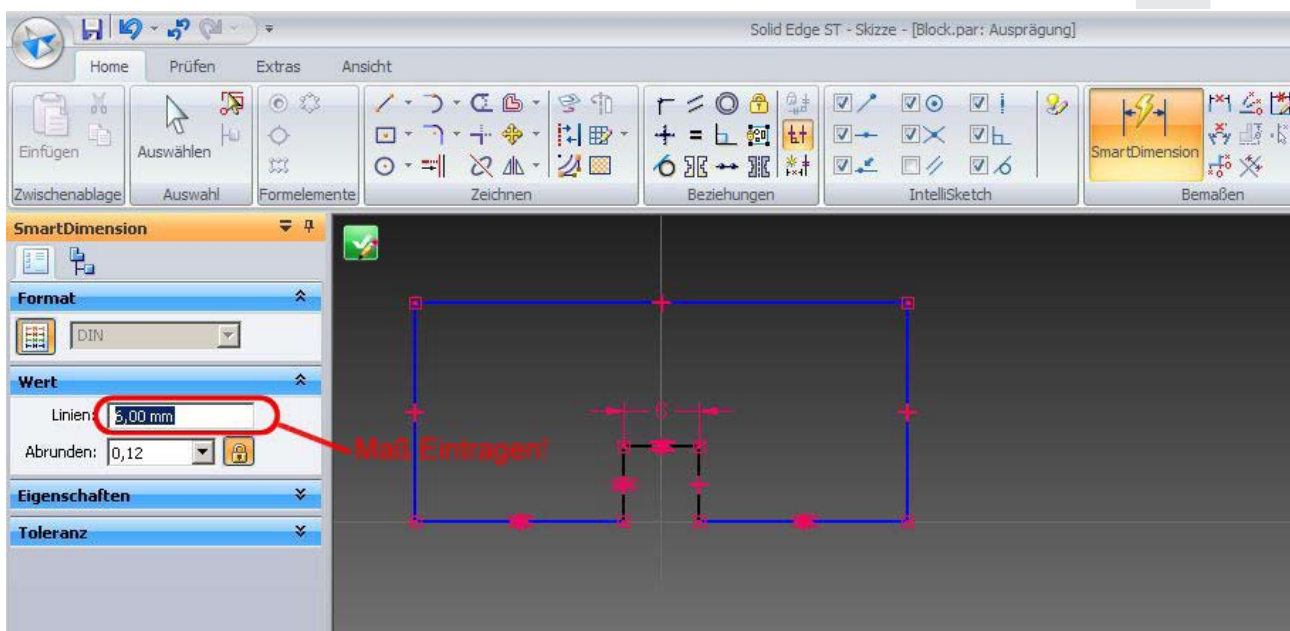

Abb. 12 Linie bemaßen
21. Geben Sie in dem Fensterbereich *-SmartDimension-* unter *-Linien-* den Wert 6mm ein (Abb.12).